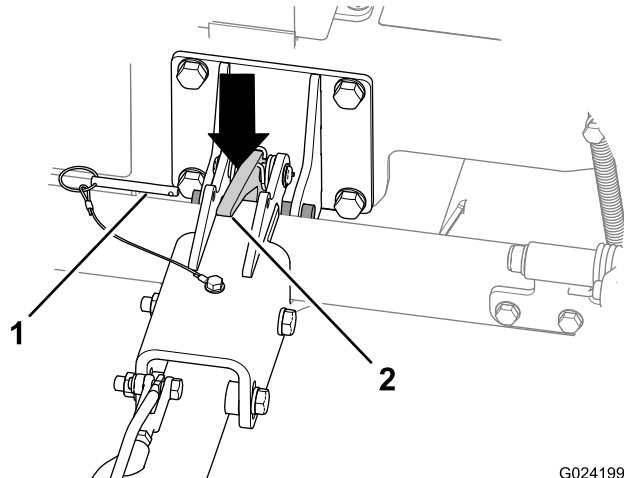

图28
A. 拔出锁定销 图28。
C. 向下推压挂钩门锁以打开挂钩门锁 图28。